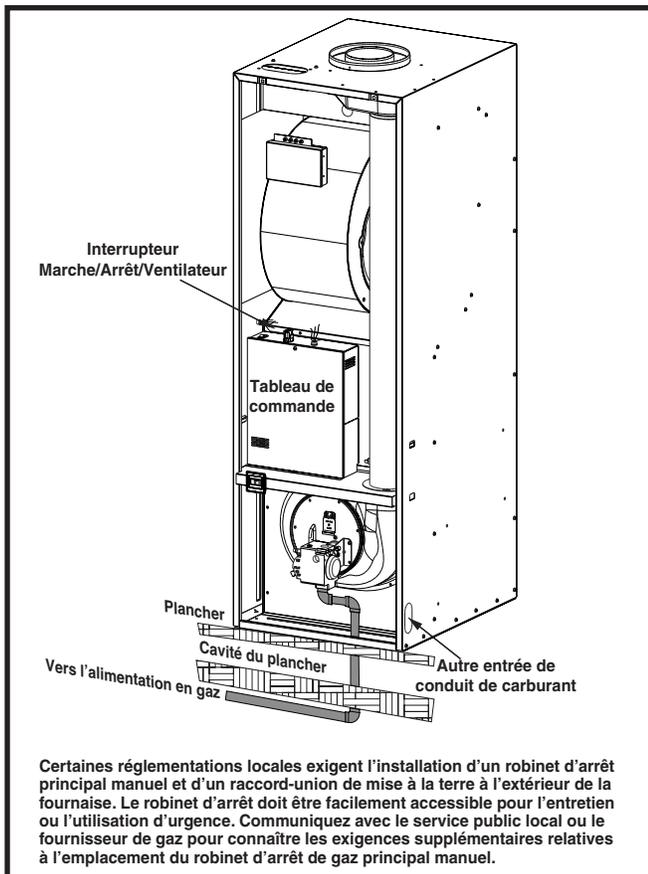
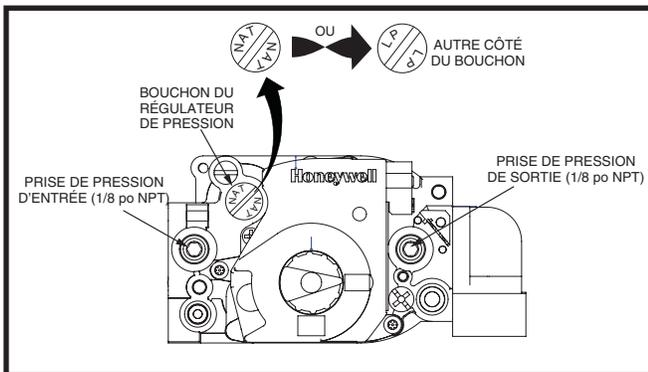

Figure 26. Tuyauterie typique de gaz
Figure 27. Robinet de gaz Honeywell
Cette fournaise peut être installée avec une entrée de gaz sur la gauche, la droite ou le dessous. Au moment de raccorder l'alimentation en gaz, prévoyez un dégagement entre la conduite d'alimentation de gaz et le trou d'entrée dans le boîtier de la fournaise pour éviter les bruits non désirés ou les dommages à la fournaise. Le branchement typique du gaz pour cette fournaise est montré à la Figure 26 \(page 16\).
- Certaines réglementations locales exigent l'installation d'un robinet d'arrêt principal manuel et d'un raccord-union de mise à la terre à l'extérieur de la fournaise. Consultez la Figure 26 \(page 16\). Le robinet d'arrêt doit être facilement accessible pour l'entretien ou l'utilisation d'urgence. Communiquez avec le service public local ou le fournisseur de gaz pour connaître les exigences supplémentaires relatives à l'emplacement du robinet d'arrêt de gaz principal manuel.
- Les installations de conduits de carburant autres que les installations typiques montrées dans la Figure 26 \(page 16\) et la Figure 27 \(page 17\) doivent respecter les dispositions relatives aux conduits de carburant de la Norme fédérale de construction et de sécurité des maisons préfabriquées (H.U.D. Titre 24, Partie 3280) et le National Fuel Gas Code (ANSI-Z223.1/NFPA-54).
Cette fournaise peut être convertie du gaz naturel, réglé en usine, au gaz de pétrole liquide. La conversion de cette soupape requiert le remplacement des orifice du et le réglage du bouchon du régulateur sur le côté marqué LP (GPL). Les orifice requis pour la conversion est fournis avec la fournaise. Voyez la Figure 27.
- b. Retirez les trois (3) boulons du distributeur en forme de U et de l'ensemble de l'orifice (modèles M1B).
- a. Dévissez le bouchon du régulateur de pression et cherchez les lettres NAT ou LP. Consultez la Figure 27 \(page 17\).
6. Remplacez le bouchon afin que les lettres qui figurent sur le dessus correspondent au type de gaz utilisé par la fournaise. Consultez la Figure 27 \(page 17\).
1. Retirez le bouchon de pression d'entrée du côté ENTRÉE du robinet de gaz avec une clé Allen 3/16. Consultez la Figure 27 \(page 17\).
1. Retirez le bouchon de pression d'admission du côté sortie du robinet de gaz avec une clé Allen 3/16. Voyez la Figure 27 \(page 17\).